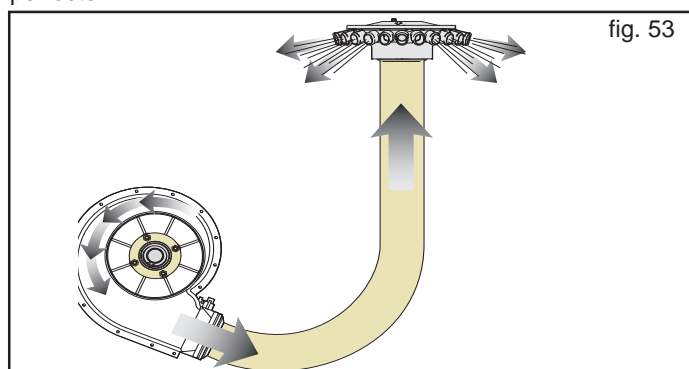
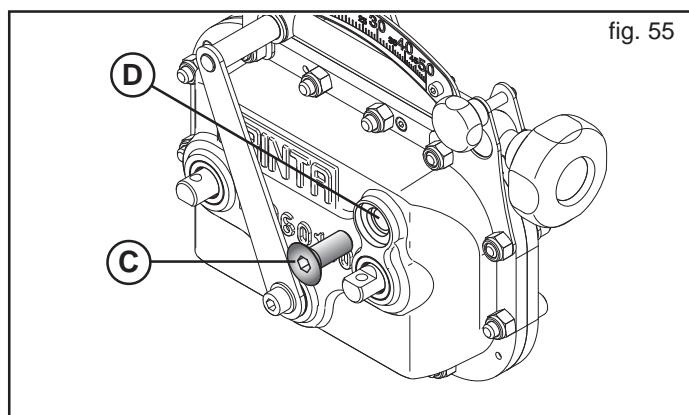

fig. 53
fig. 55
LA INCEPUTUL SEZONULUI	<ul style="list-style-type: none"> <li>- Controlati ca transmisia sa se roteasca liber, fara interferente.</li> <li>- Actionati utilajul in gol, fluxul de aer patrunde in conducte si indeparteaza eventualele impuritati (Fig. 53).</li> <li>- In fiecare sezon, efectuati schimbul complet de ulei al schimbatorului, introducand ulei de tipul "AGIP EXIDIA HG 68" (Kg. 0,7):               <ol style="list-style-type: none"> <li>1) indepartati capacul (C, Fig. 55);</li> <li>2) prin orificiul (D), goliti complet uleiul schimbatorului si adunati-l intr-un recipient adecvat;</li> <li>3) introduceti noul ulei (Kg. 0,7) si inchideti capacul.</li> </ol> </li> </ul>